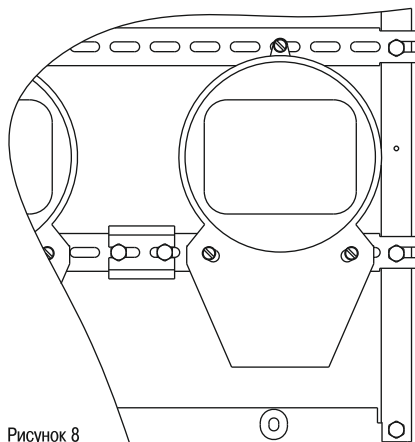

Рисунок 8
2.7 Закрепите на Планке, верхней или нижней относительно счётчика, Т-образную направляющую ТН 35-7,5 L=43,5 мм для установки выключателя нагрузки ВН-32 с помощью болтов М6х14 и гаек М6 (рисунок 8). Болтовое соединение согласно приложению 1.